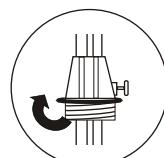

Figure 4
- Une fois que le bas de la pompe touche la base du tambour, attacher solidement le bouchon sur le tambour (figure 4).